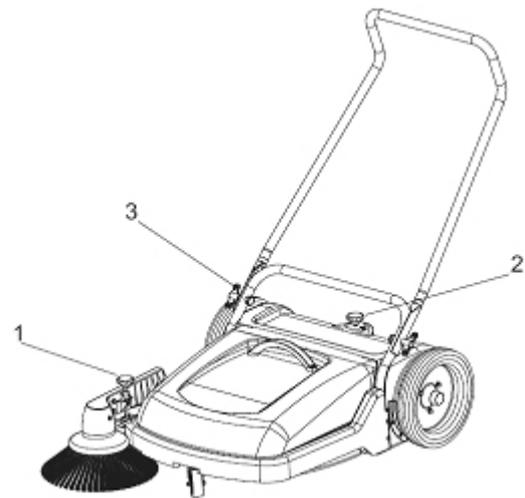
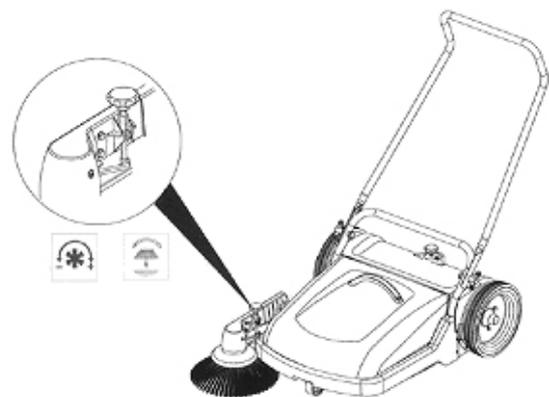
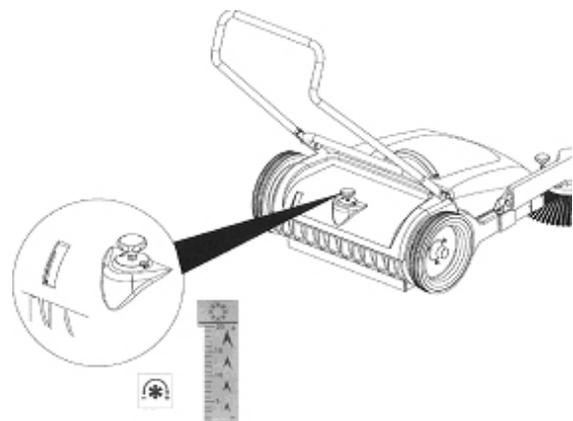

Fig. 6
Fig. 7
Fig. 8
3.1 Réglage de la pression de la brosse latérale (1 en Fig. 6 et Fig. 7)
3.2 Réglage de la pression de la brosse principale (2 en Fig. 6 et Fig. 8)
Doit être réglée afin d'assurer le meilleur ramassage en fonction du type de salissure sur le sol (Fig. 8).
3.3 Ailettes de serrage du timon (3 en Fig. 6)